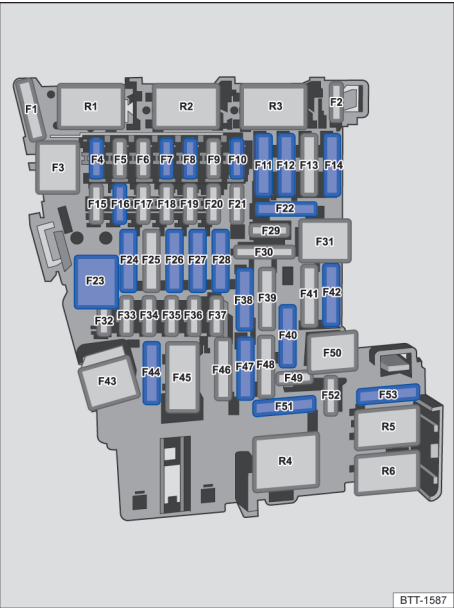

Fig. 177 No painel de instrumentos: disposição dos fusíveis.
Slot → Fig. 177:
- Em veículos com dispositivo de reboque instalado de fábrica → Fig. 177:
1) Observar o local de instalação. Local do fusível montado de fábrica conforme representado na figura → Fig. 177.